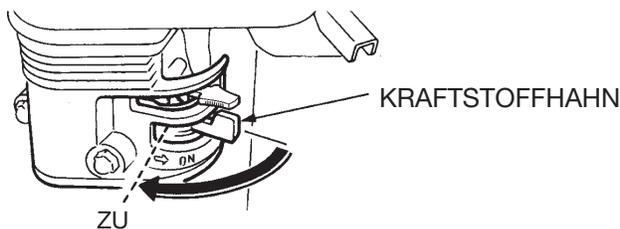

Abb. 48. Kraftstoffhahn, Position OFF (ZU)
4. Den Kraftstoffhahn (Abb. 48) auf **OFF (ZU)** stellen.
5. Den Kraftstoffhahn (Abb. 48) auf **OFF (ZU)** stellen.